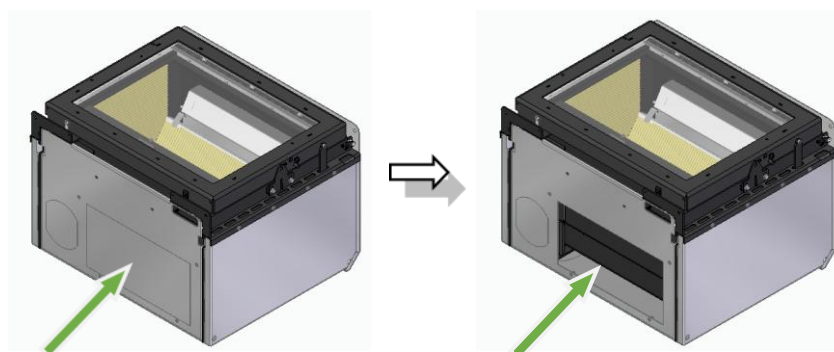
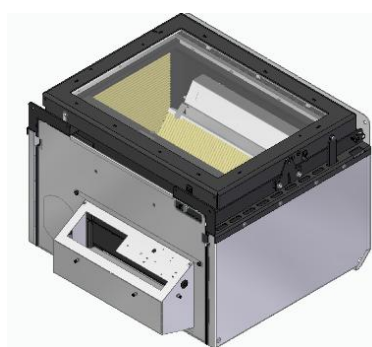

Figure 50 – Retrait des micro-joints inférieurs
Figure 51 – Retrait des micro-joints inférieurs
c. Enfin, vous devez placer le micro-interrupteur et le bouton On-Off à sa place, comme le montre la Figure 50, vous devez d'abord casser les micro-joints de la plaque qui se trouve dans l'équipement, dans le coin inférieur droit pour fixer les composants.
d. Après avoir placé les composants dans l'équipement, Figure 50, vous devez ajuster la languette qui se trouve sous la porte, de sorte que la porte, après avoir fermé la languette, actionne le microcontact, voir Figure 51